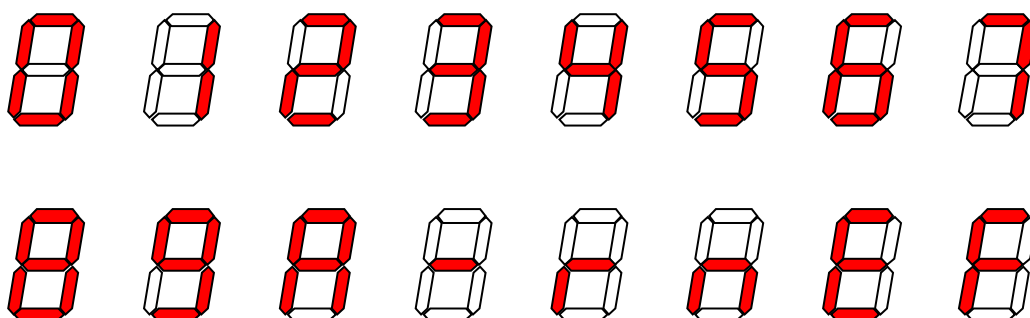

FIGURA 6: representación en un *display* de 7 segmentos de los símbolos {0, 1, 2, 3, 4, 5, 6, 7, 8, 9, A, -, r, n, E, F}.
En la figura 6 se puede ver la representación de varios símbolos alfanuméricos en un *display* de este tipo.
En este apartado se cargará una aplicación de ejemplo, ya compilada, para simplemente verificar que el conexionado de los recursos es correcto. Para ello, una vez montados LED y *display* de 7 segmentos (todos ellos con las correspondientes resistencias) junto con el microcontrolador en las placas de prototipado, se conectará mediante un cable USB al ordenador. Si el *software* se ha instalado correctamente (*drivers* y *firmware*), deberá aparecer una nueva unidad de almacenamiento correspondiente a su microcontrolador. Copie el fichero ejecutable .bin adjunto a la práctica (carpeta MICR\P1\S1\E0) en la unidad. Si el cableado es correcto deberán aparecer secuencialmente, en el *display* de 7 segmentos, a una cadencia de uno por segundo, los símbolos de la figura 6* de la página 16. A la vez, los LED mostrarán, a la misma cadencia, la cuenta binaria ascendente de 3 bits.
* Este programa emplea, para representar el símbolo «1», una configuración de segmentos diferente a la dada en la figura 6 de la página 7 (enciende los dos segmentos de la izquierda). Todos los ejecutables que le proporcionaremos emplean esta representación alternativa del «1» y lo hacemos para que, de un vistazo, los docentes podamos saber si el programa que se está corriendo es el entregado con la práctica o el realizado por usted. Sus programas deben representar el «1» como aparece en la figura 6.